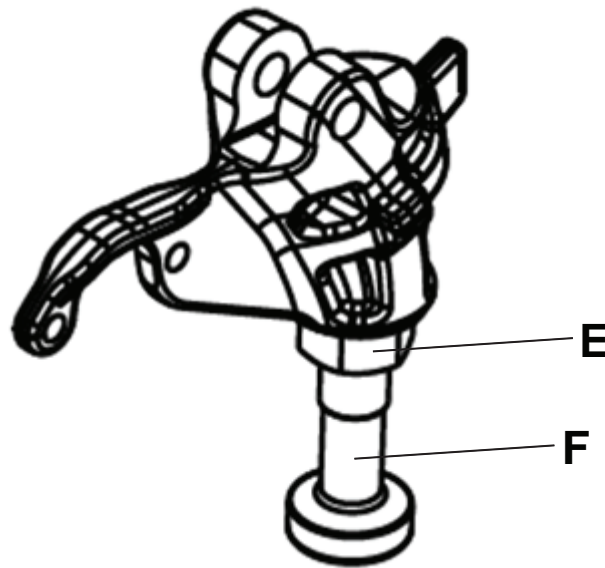

Figure 9 – Ensemble de forgeage du côté tête
5. À l'aide d'une clé à 6 pans de 15/16 po, desserrer l'écrou de blocage (E) reliant la broche (F) à l'ensemble de forgeage du côté tête (Figure 9).